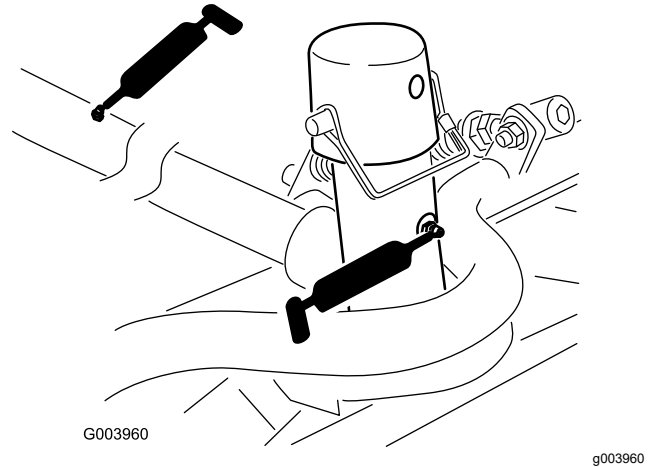

Bild 72
- Mähwerkträgerrahmen und Drehzapfen (2) (Bild 72)